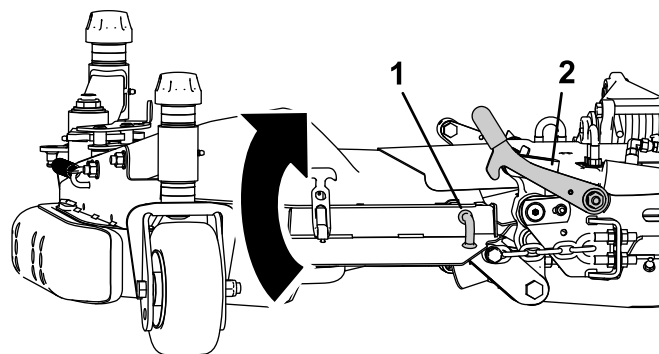

Figura 8
1. Eleve la carcasa lateral y trabe el pasador con la palanca de enganche (Figura 8).